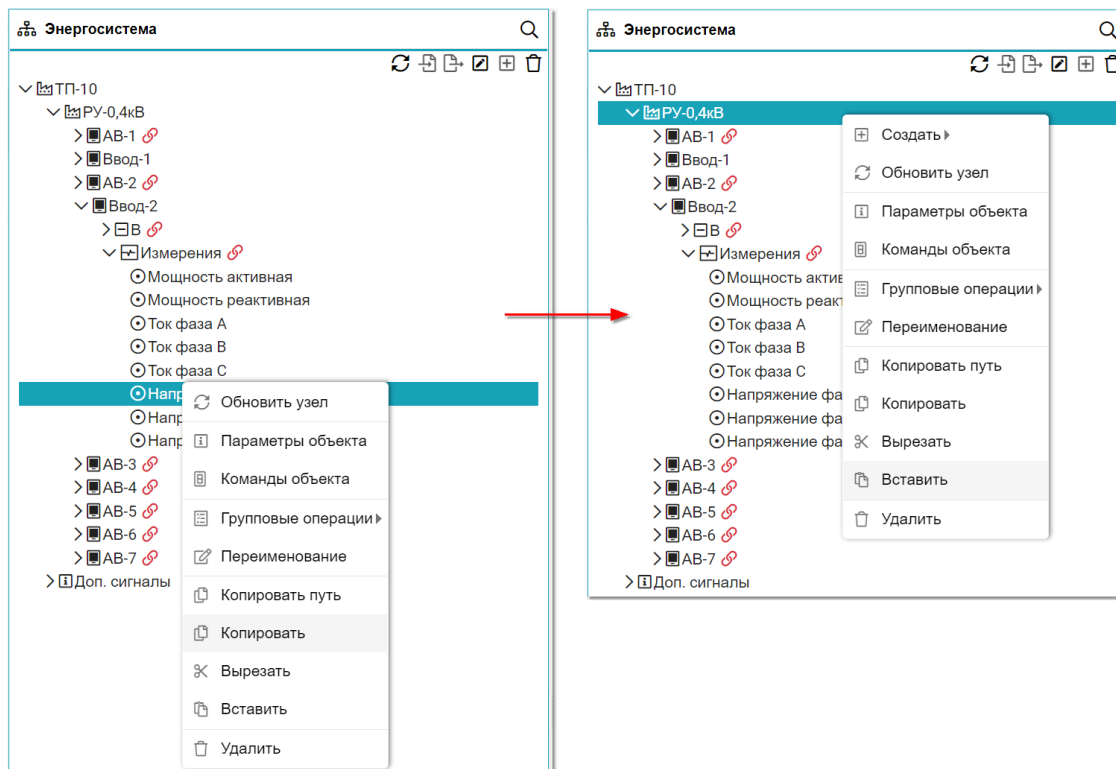

Рисунок 59
- выбрать в контекстном меню необходимого измерения пункт *Копировать* (рисунок 59);